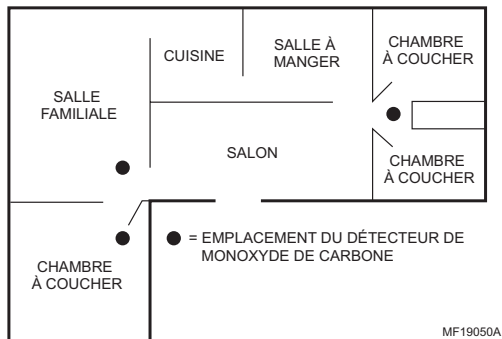

Fig. 1. Emplacements des détecteurs de CO dans une maison à un seul étage.
- Installer les détecteurs à tous les étages de la maison, comme l'illustre la Fig. 1.
- Voir la Fig. 1 pour l'emplacement des détecteurs de CO dans une maison à un étage.